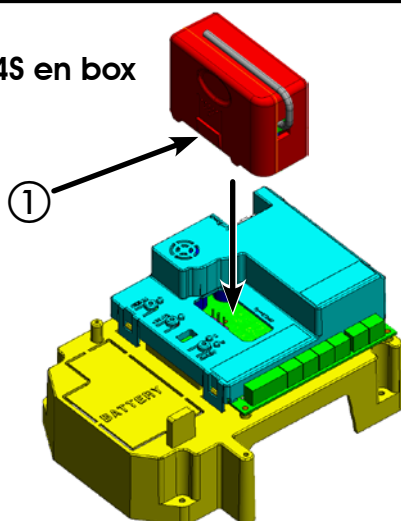
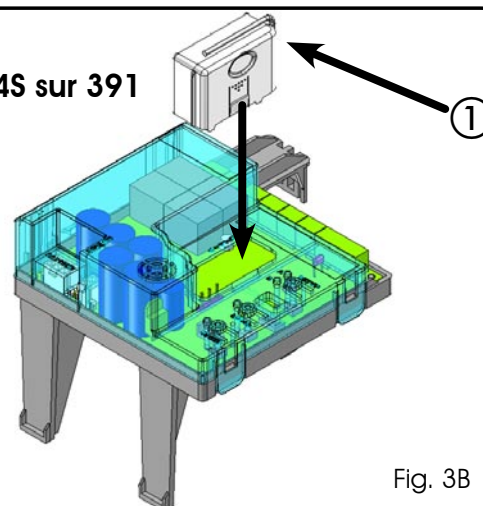

Fig. 3A
Fig. 3B
L'armoire électronique est munie d'un système de décodage (DS, SLH, LC) bicanal intégré appelé OMNIDEC. Ce système permet de mémoriser, par l'intermédiaire d'un module récepteur supplémentaire (Fig. 3A réf. ① et Fig.3B réf. ①) pour E024S pour 391) et de radiocommandes de la même fréquence, tant l'ouverture totale (OPEN A) que l'ouverture partielle (OPEN B) de l'automatisme.